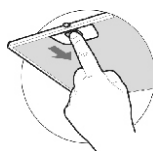

рис. 4
8.3 Для очистки алюминиевого фильтра извлеките его из вытяжки (рис.4) и произведите очистку с помощью щетки горячим водным раствором моющего средства вручную или в посудомоечной машине при (60°C). Сильно загрязненный фильтр не следует мыть в посудомоечной машине.
- перед установкой вытяжки снимите алюминиевый фильтр, для этого нажмите на пружинный замок на фильтре и потяните фильтр вниз и на себя (рис. 4);